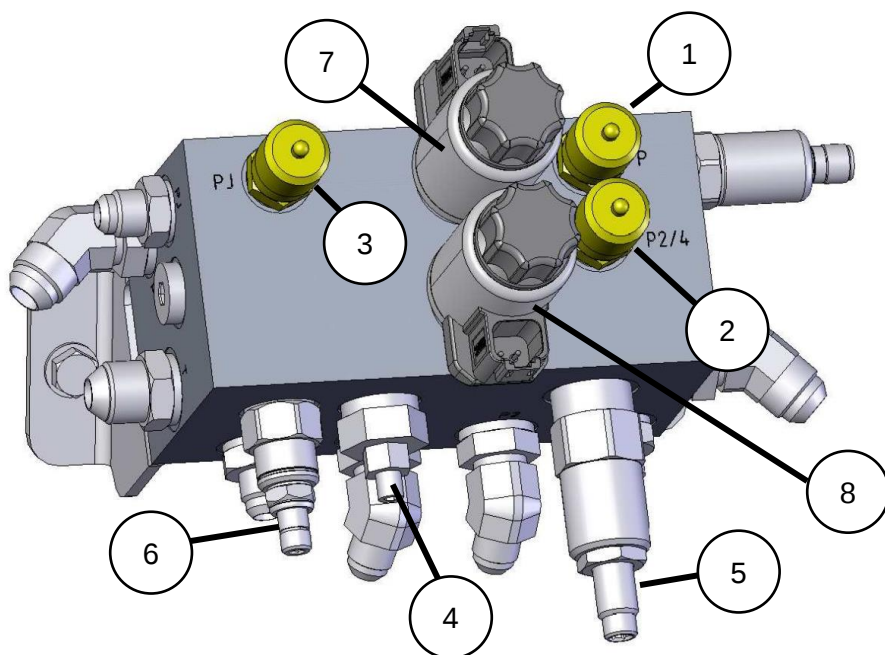

Figura 24: Colector de la bomba hidráulica
- Abra la placa inferior del chasis y suelte el solenoide de la válvula de seguridad (figura 24 [7]) soltando la tuerca de plástico y tirando del solenoide hacia afuera.